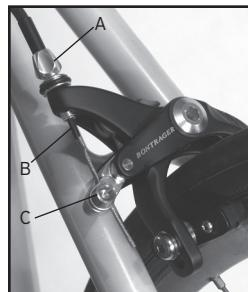

Abbildung 7. Kabelführungslemente
Setzen Sie Endkappen auf die Kabelhüllen, wo dies angebracht ist. Die speziellen Endkappen mit Verlängerung dienen dazu, die Kabelenden durch die Einstellschraube des Seilzugs zu führen (Abbildung 7).
5. Befestigen Sie das Kabel an der Bremse, und ziehen Sie die Klemmschraube (Abbildung 7) mit 5,7 bis 7,9 Nm fest.